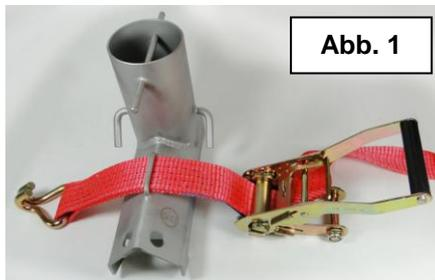

Abb. 1
1. Den Spangurt wie abgebildet durch die angeschweißte Öse fädeln und durch die Gurtbandführung der Ratsche ziehen. Fädeln Sie den Spangurt so ein, dass er später nicht verdreht befestigt ist (Abb. 1). Der verbliebene Haken wird nach Umschlingen des Stammes in den leeren Bolzen des Spanschlusses eingehängt